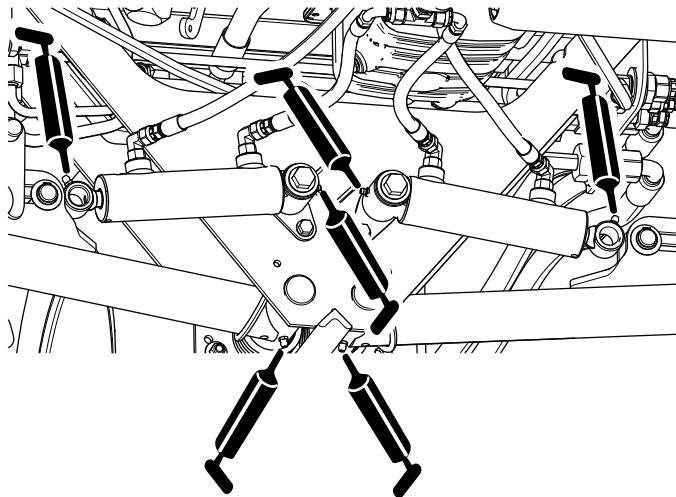

**Bild 46**
- Vordere Hubarm-Drehzapfen und Hubzylinder (3 Stück), siehe Bild 46.